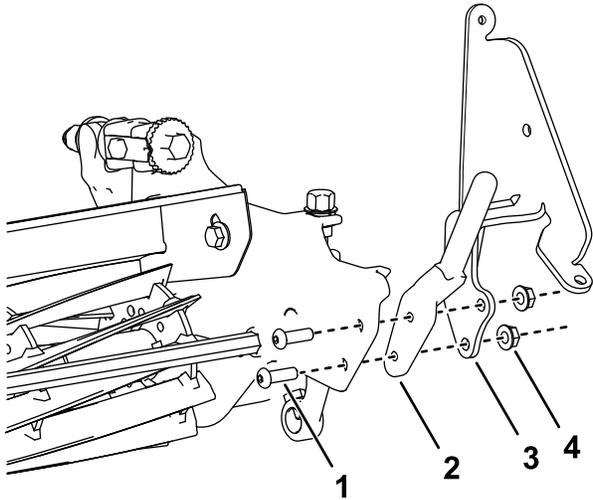

图 1
3. 如图 1 所示用 2 个内六角头螺丝 5/16 x 1 英寸和 2 个锁紧螺母 5/16 英寸将在步骤 2 中卸下的刷子支架和集草斗安装杆安装到滚刀组的两侧。